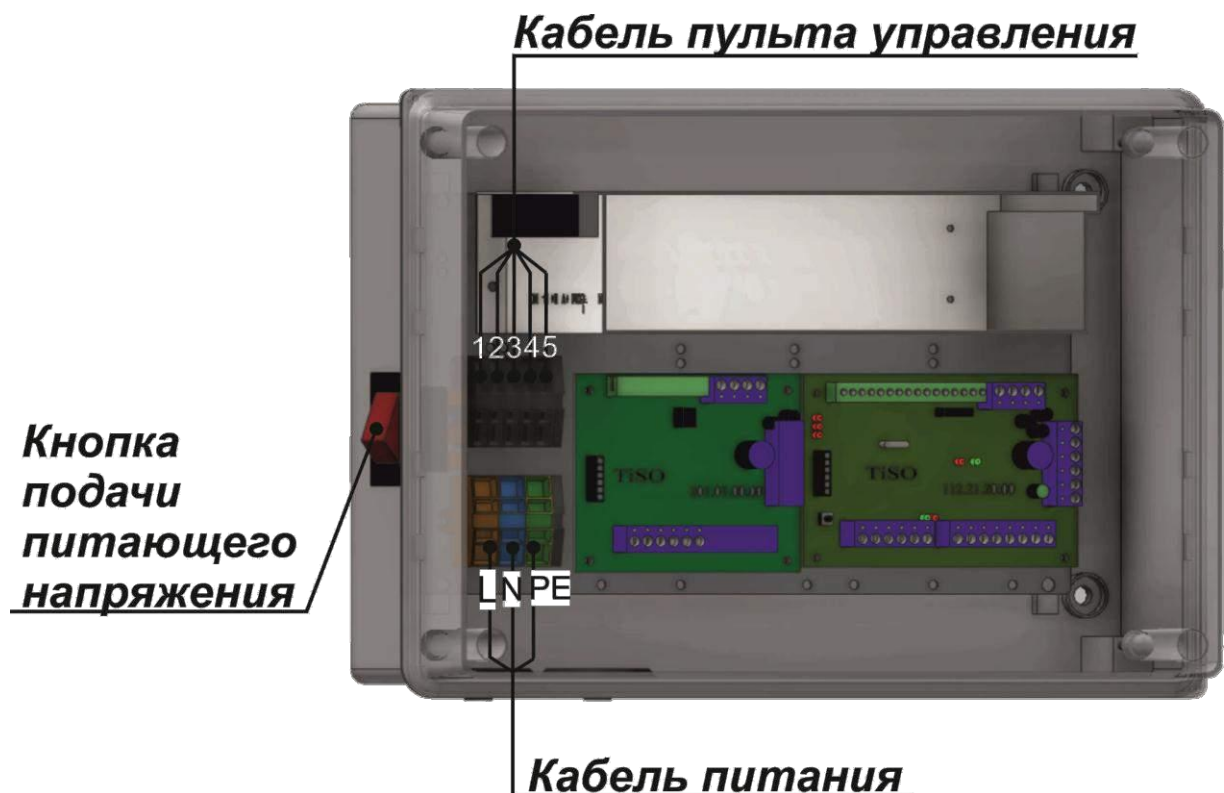

Рис.13– Блок электронного управления – подключение турникета
**2.2.6 Подключение турникета (см.рисунок 13):**